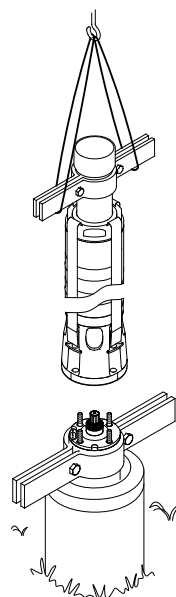

Fig. 20 Lyft pumpen på plats
3. Lyft pumpdelen i rörlämmorna som sitter på förlängningsröret. Se fig. 20.